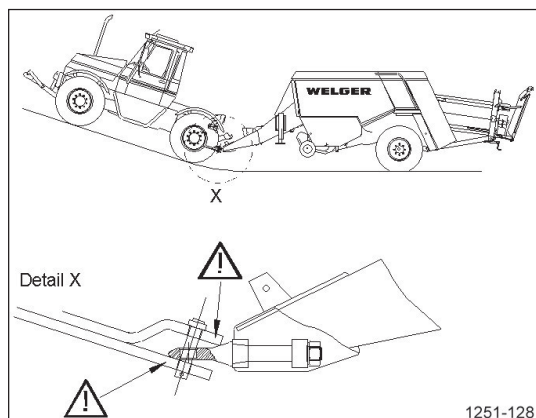

Рисунок 15
- ❑ Никогда не наклоняйте машину и тягач по отношению друг к другу до такого угла, при котором тяговая проушина может быть перекошена в тяговой серьге (Рисунок 15).